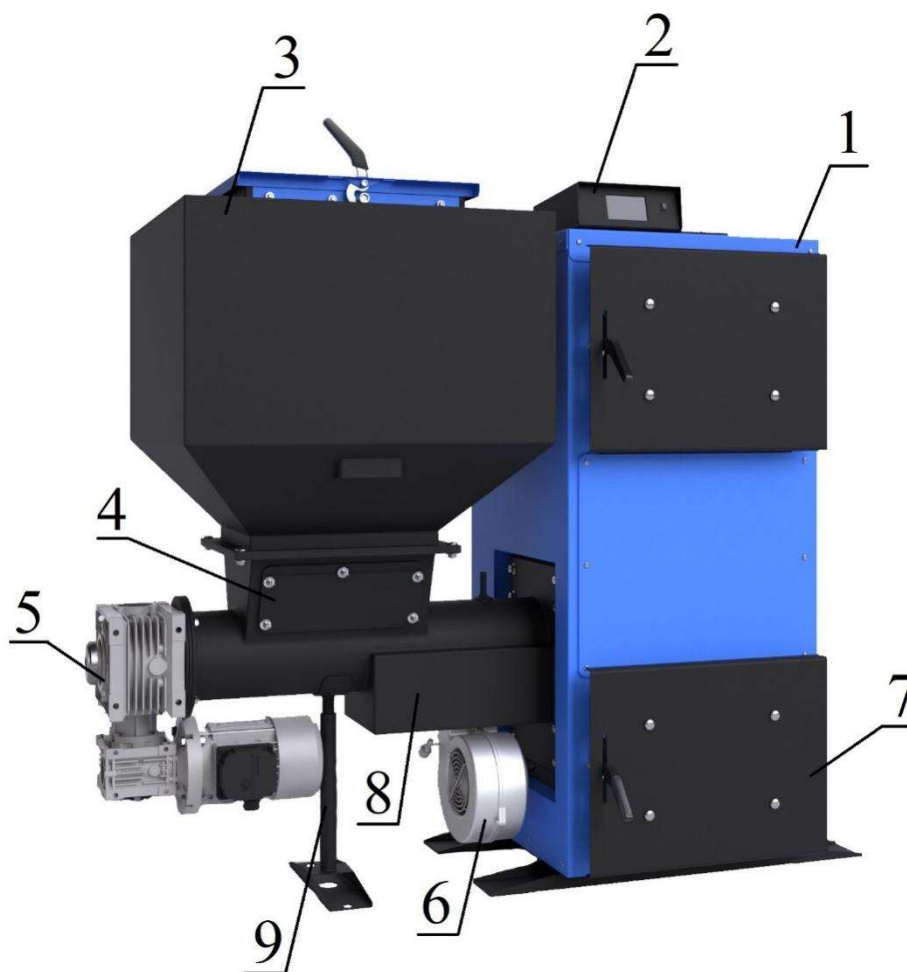

Рис. 1
5.1. Автоматический твердотопливный котел (рис. 1) состоит из теплообменника (поз. 1), контроллера (поз. 2), топливного бункера (поз. 3), ревизионных лючков (поз. 4), мотор-редуктора (поз. 5), дутьевого вентилятора (поз. 6), зольника (поз. 7), горелки с механизмом подачи топлива (поз. 8), ножки для горелки и углеподачи (поз. 9).
5.2. Теплообменник (рис. 1, 2, 3) состоит из корпуса, топки конвективного газохода, зольника с зольным ящиком (для моделей от 100 кВт без зольного ящика) и дымового патрубка.
5.3. Факельная горелка с приводом подачи топлива (рис.1) служат для автоматической порционной подачи топлива из топливного бункера и его сжигания в горелке.